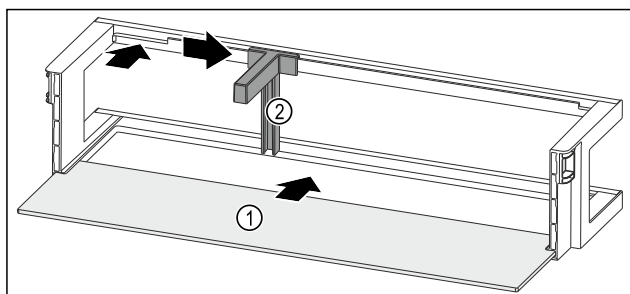

Fig. 150 Dveřní přihrádka s odkládací plochou
- ▶ Odkládací plochu Fig. 150 (1) zasuňte do bočních vybrání.
- ▶ Držák lahví Fig. 150 (2) vložte do vybrání.
- ▶ Držák lahví Fig. 150 (2) posuňte na stranu do požadované polohy.